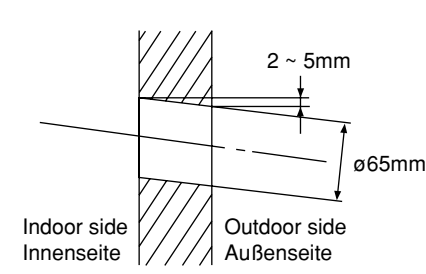

Fig. 3-4 Abb. 3-4
- Hole on wall should be made with some inclination like Fig. 3-4 for keeping the smooth flowing of the condensed water.
- Der Mauerdurchbruch ist gemäß Abb. 3-4 mit einer gewissen Neigung auszuführen, um glatten Abfluß des Kondensatonswassers sicherzustellen.